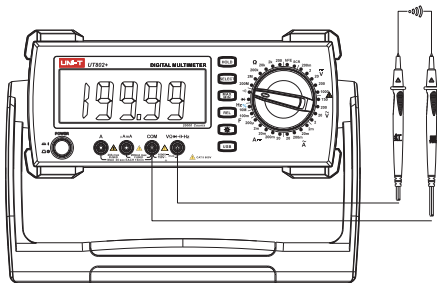

图7. 蜂鸣通断测量
- 2) 将仪表的旋转开关转到"图7"测量档, 旋转开关转到通断测试档, 图7将表笔并联到被测电阻二端上。电路良好导通阻值设定为 $<50\ \Omega$, 蜂鸣器连续发声; 电路断开阻值设定为 $>100\ \Omega$, 蜂鸣器不发声。